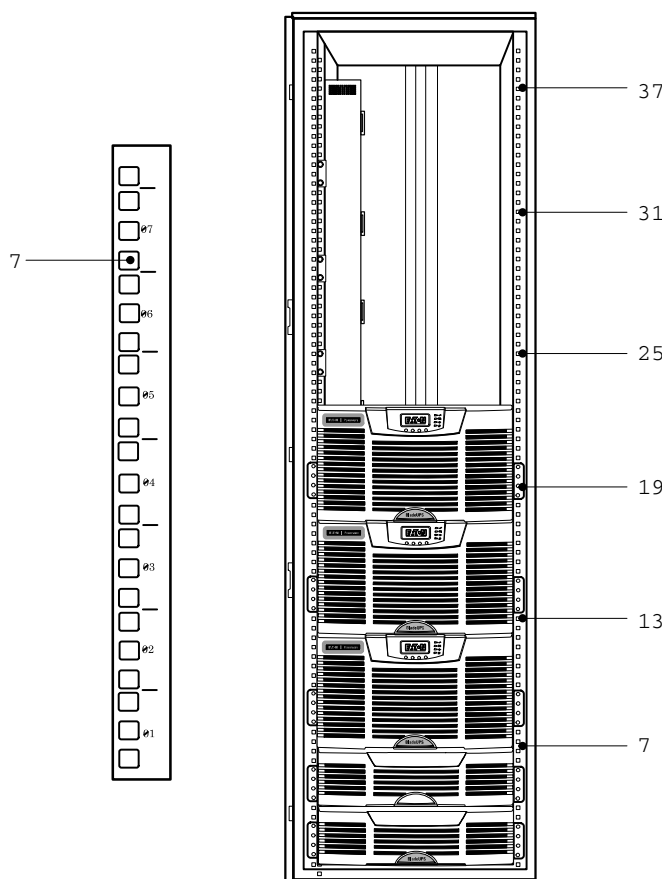

Рисунок 3. Рекомендуемые расположения направляющих (пример конфигурации)
8. Распланируйте местоположение каждого шкафа в стойке и отметьте эти места знаком "U" для установки направляющих. Например, для стойки, содержащей шесть ИБП и нижний кабельный канал, запланируйте установку подошвы направляющих по следующим меткам (см. рисунок 3):
ПРИМЕЧАНИЕ Рекомендуемые расположения направляющих даны только в качестве примера. Располагайте направляющие в соответствии с конфигурацией вашей системы. Следует предусмотреть разметку отверстий и нумерацию (см. рисунок 3). Указания по конфигурированию параллельной системы с несколькими ЕВМ см. на странице 3.